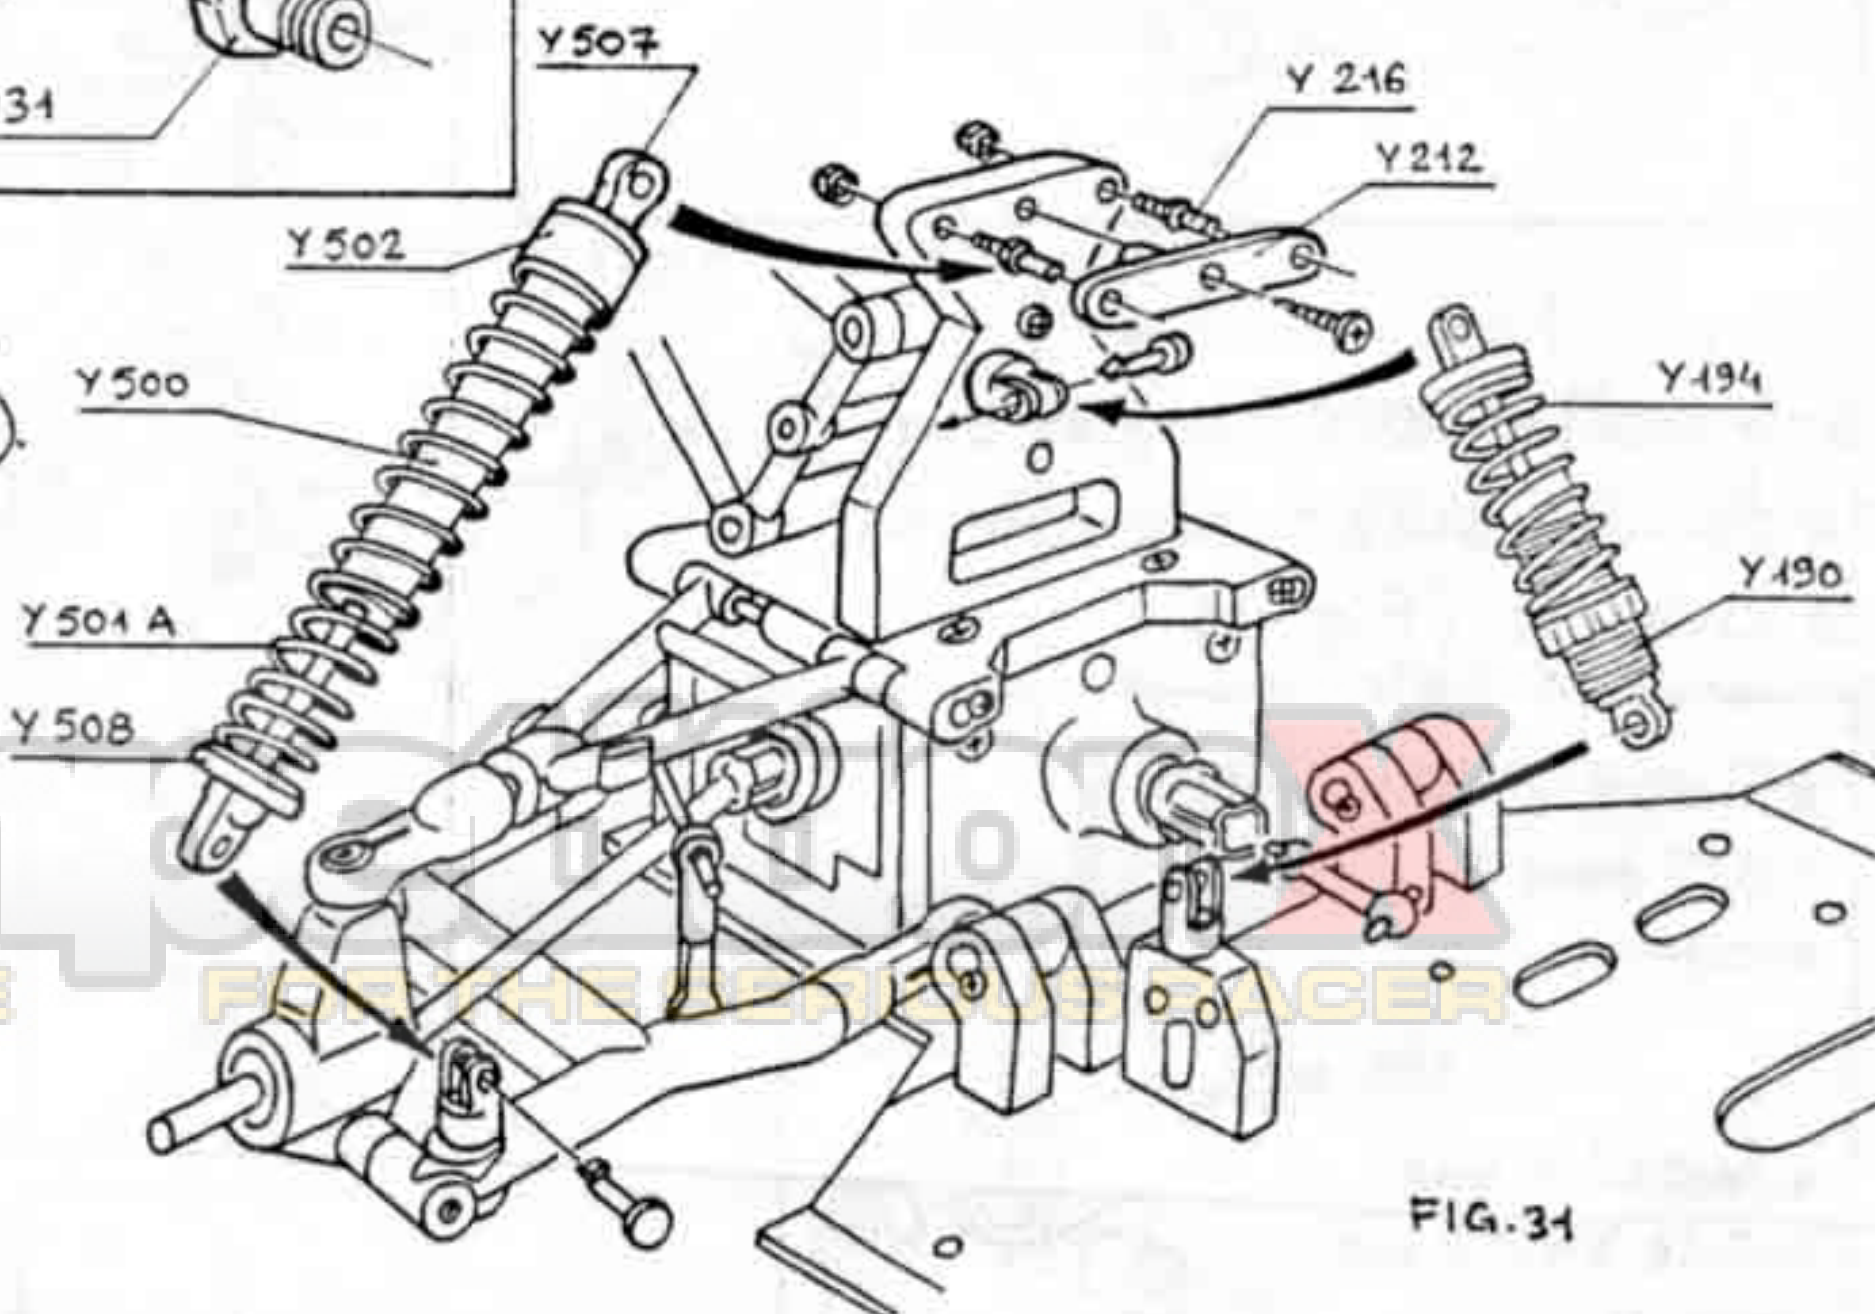

FIG. 31
• Monter les supports d'amortisseurs Y216 sur la potence (Fig31).